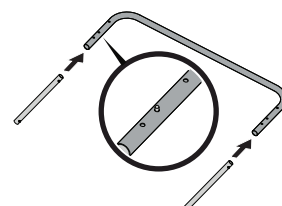

Figure 9
13. Maintenant, insérez les 4 autres tubes de réglage dans les extrémités des 2 arceaux. Laissez les taquets s'enclencher dans le trou du milieu, comme indiqué à la Figure 9.